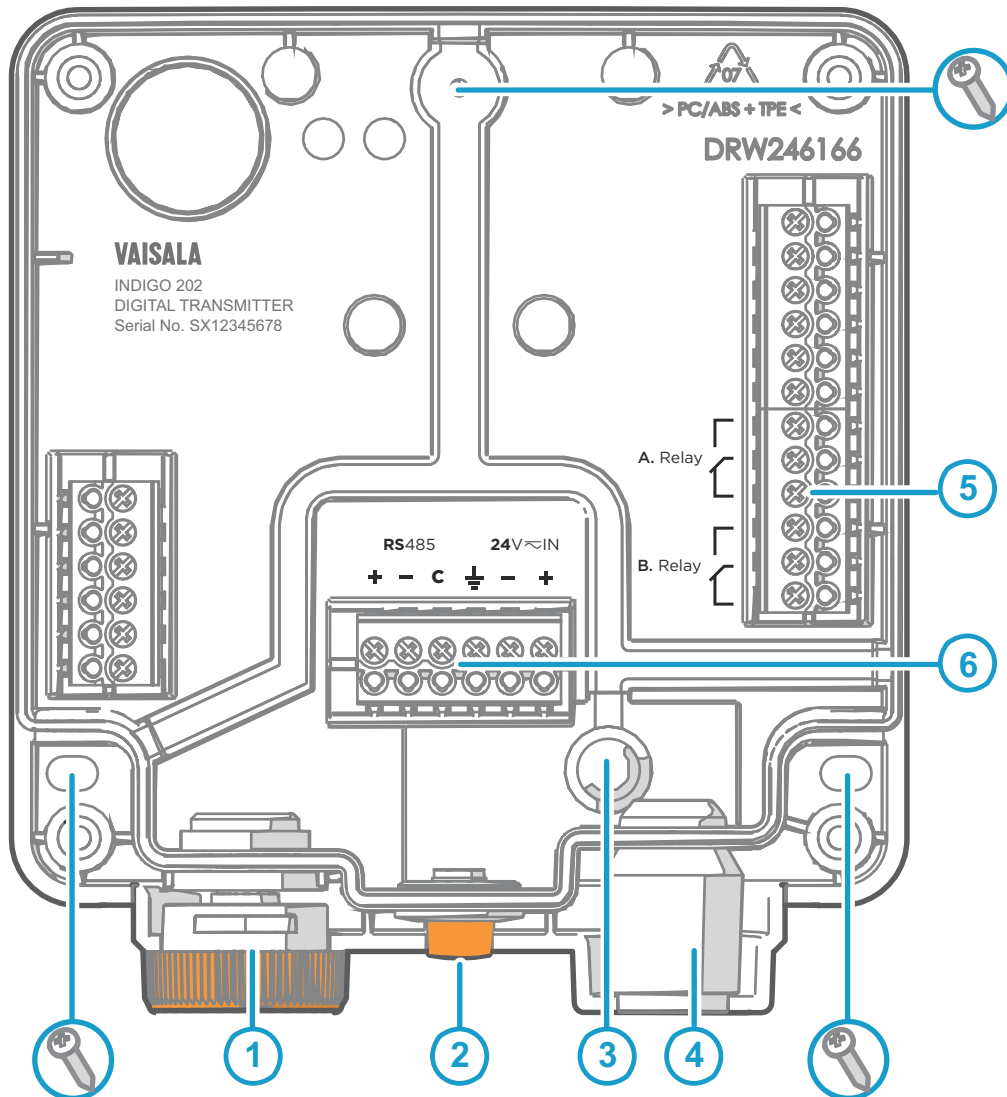

图 28 Indigo 202 变送器基座主部件和螺钉位置
4. 将变送器基座放置于安装面上并且用 3 颗螺钉安装它。请参见图 28 (页 42) 中的螺钉位置。